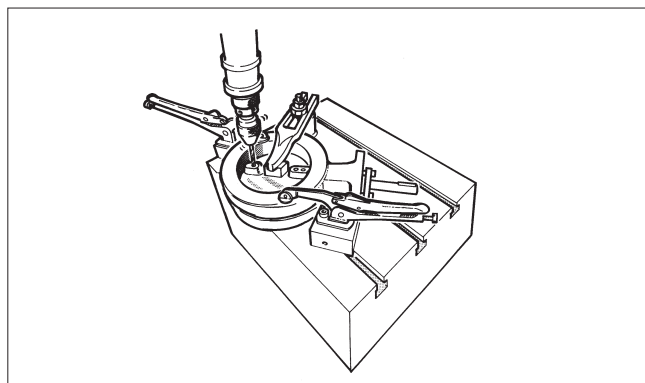

Fig. 14 Forage des goupilles
- Retirez l'insert (2) et le siège (4) conformément au point 5.5.
- Placez la vanne horizontalement sur une surface plane et dure sur la face plate du disque (cf. Fig. 14).
- Pressez les axes à l'intérieur des trous du disque. Alignez les logements des goupilles. La position de l'axe (11) contre le disque doit être conforme à la Fig. 14.